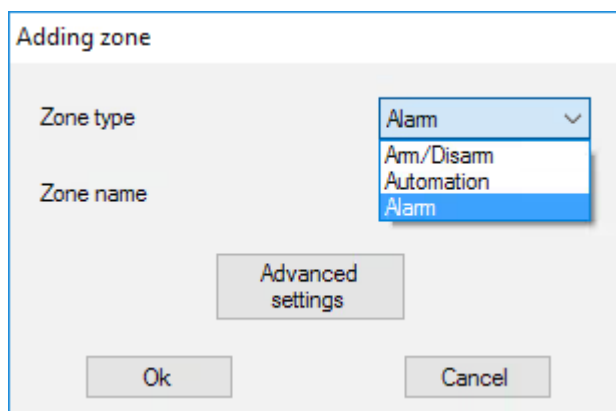

Figura 19. Selezione del tipo di zona
4. Le zone sono suddivise in 3 tipi: **zone di allarme**, **zone di automazione** e **zone armate/disarmate** (Figura 19). Il tipo di zona viene selezionato quando si rea la zona, consultare il **Gestione dei sensori**.